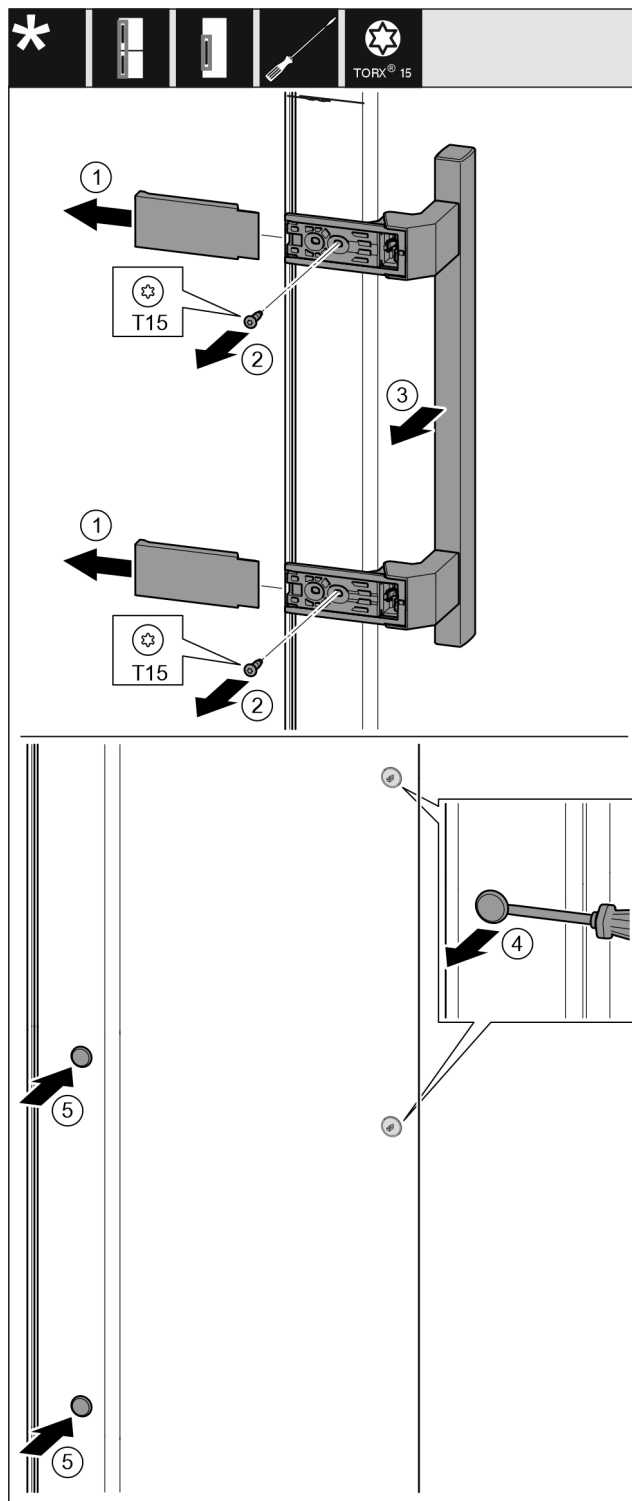

Fig. 18
- Retirer le recouvrement. Fig. 18 (1)
- Dévisser les vis avec un tournevis Torx 15. Fig. 18 (2)
- Retirer la poignée. Fig. 18 (3)
- Soulever et retirer avec soin le cache latéral avec un tournevis plat. Fig. 18 (4)
- Replacer le cache de l'autre côté. Fig. 18 (5)